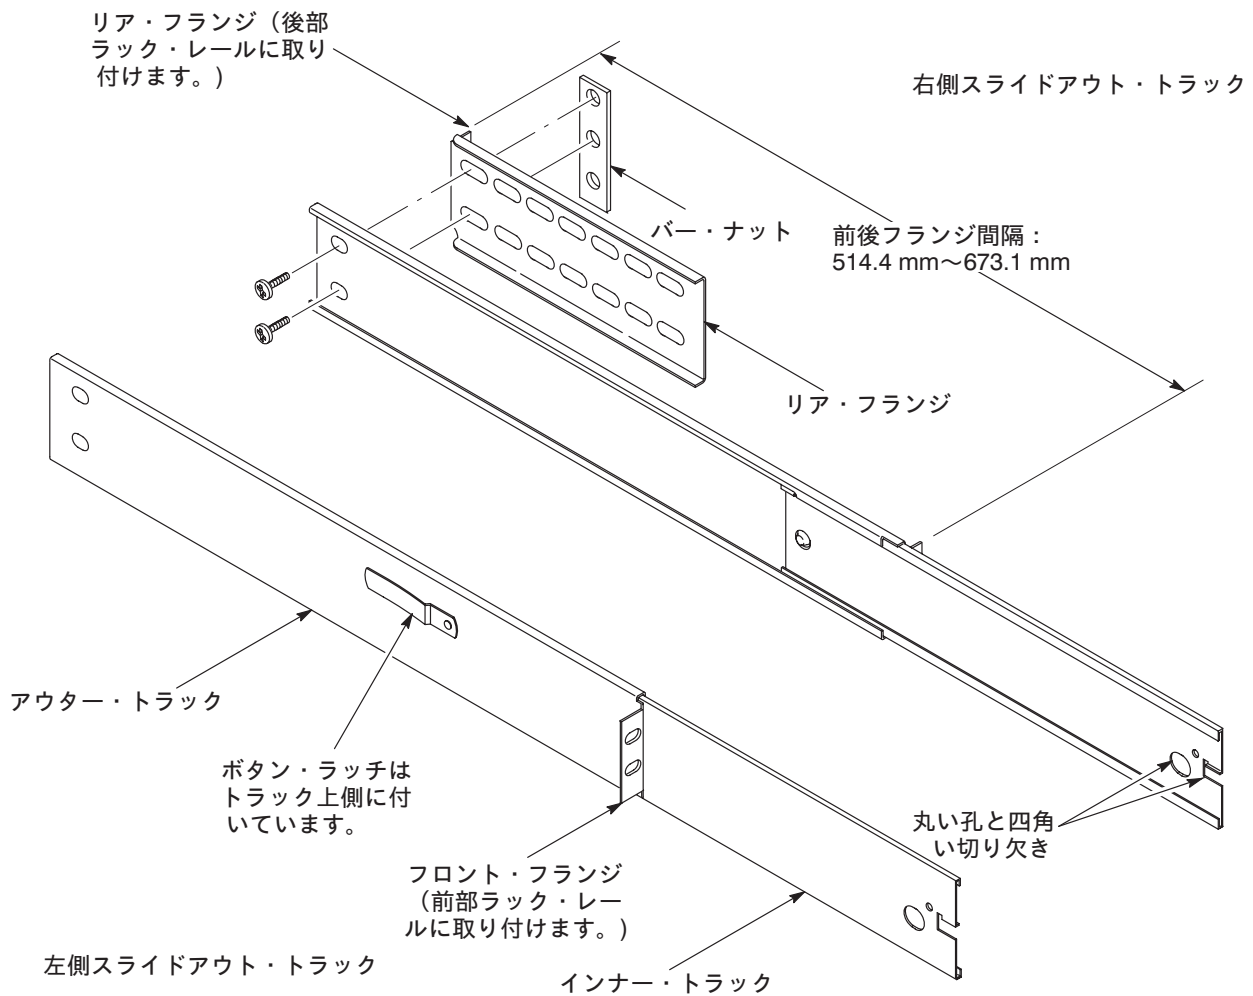

図 10-7: スライドアウト・トラックの組み立て
**注** ラックアダプタ・キットに含まれているアウター・トラックとインナー・トラックは予め左右別に組み合わせられています。インナー・トラックを引き出して、左右の区別、上下の向き等正しく組み合わせられていることを図 10-7 を参考にして確認してください。アウター・トラックの上下はボタン・ラッチが上側、インナー・トラックは端の四角い切り欠きが丸い孔より上側になるのが正しい向きです。
- c. リア・ブラケットのフランジとスライドアウト・トラックのフランジとの間隔がラックの前後のレール間隔と一致するように取付け位置を調節します（図10-7 参照）。